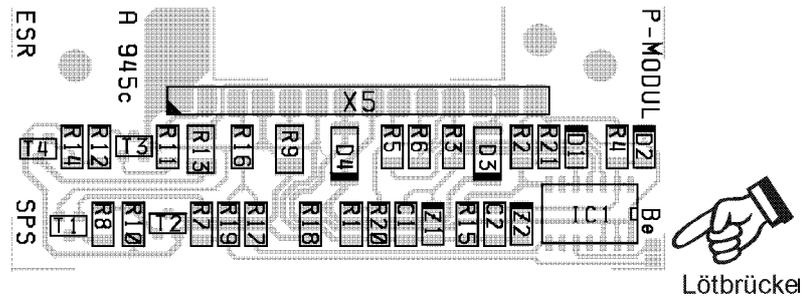

Bild 15: Lötbrücken auf Modul P1 bzw. P2
- verbinden Sie auf dem Polaritätsmodul die beiden mit "Be" bezeichneten Lötflächen, siehe Bild 15.